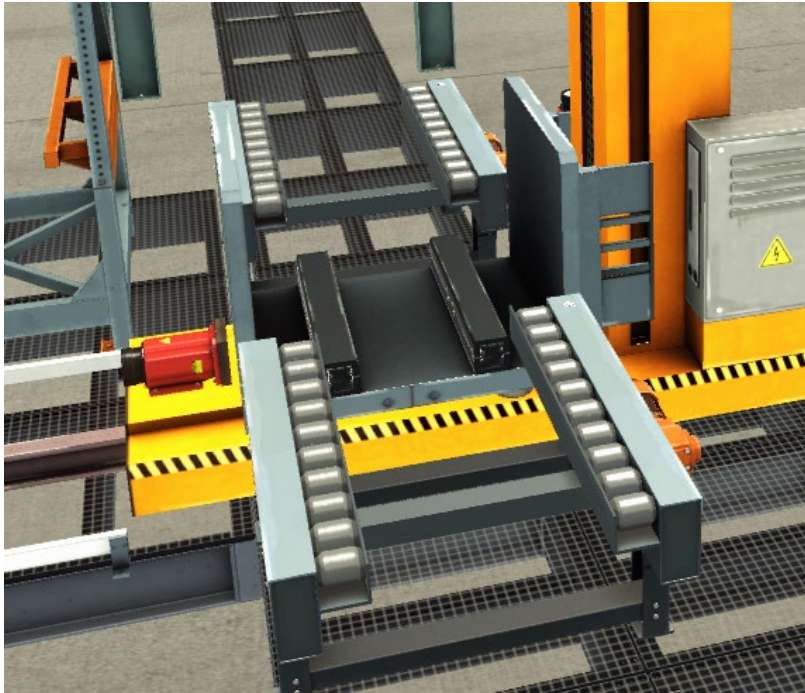

Abbildung 2 – Stapler des Hochregallagers. Hier verwendet zur Durchreiche der Paletten
1. Verbinden Sie das Lift-Modul durch Förderbänder mit dem Hochregallager (Senke 1, sowie nicht benötigte Förderbänder aus Aufgabe 1 können entfernt werden), ohne einen Einlagerungsprozess in das Hochregallager zu aktivieren. HINWEIS: Verwenden Sie zunächst nur den Stapler (Im Factory IO Modell "Forklift") des Hochregallagers, um die Palette hinüberzureichen (siehe **Abbildung 2**). Die Paletten werden nicht in das Hochregallager eingelagert.